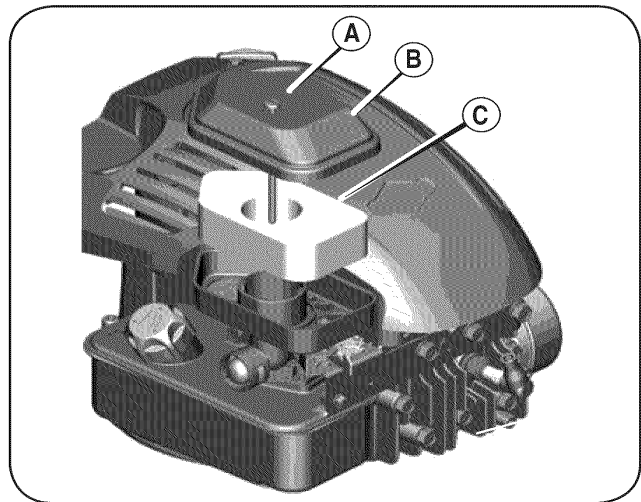

РИС. 12
1. Отверните винт (А) на верхней части корпуса (В) (см. РИС. 12).